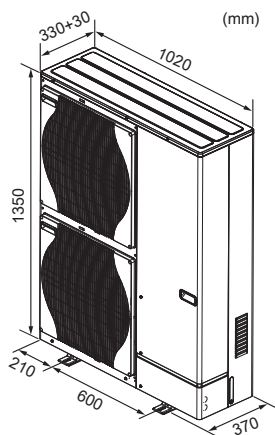

Fig. 2-2
2.2. Udvendige mål (Udendørs enhed) (Fig. 2-2)